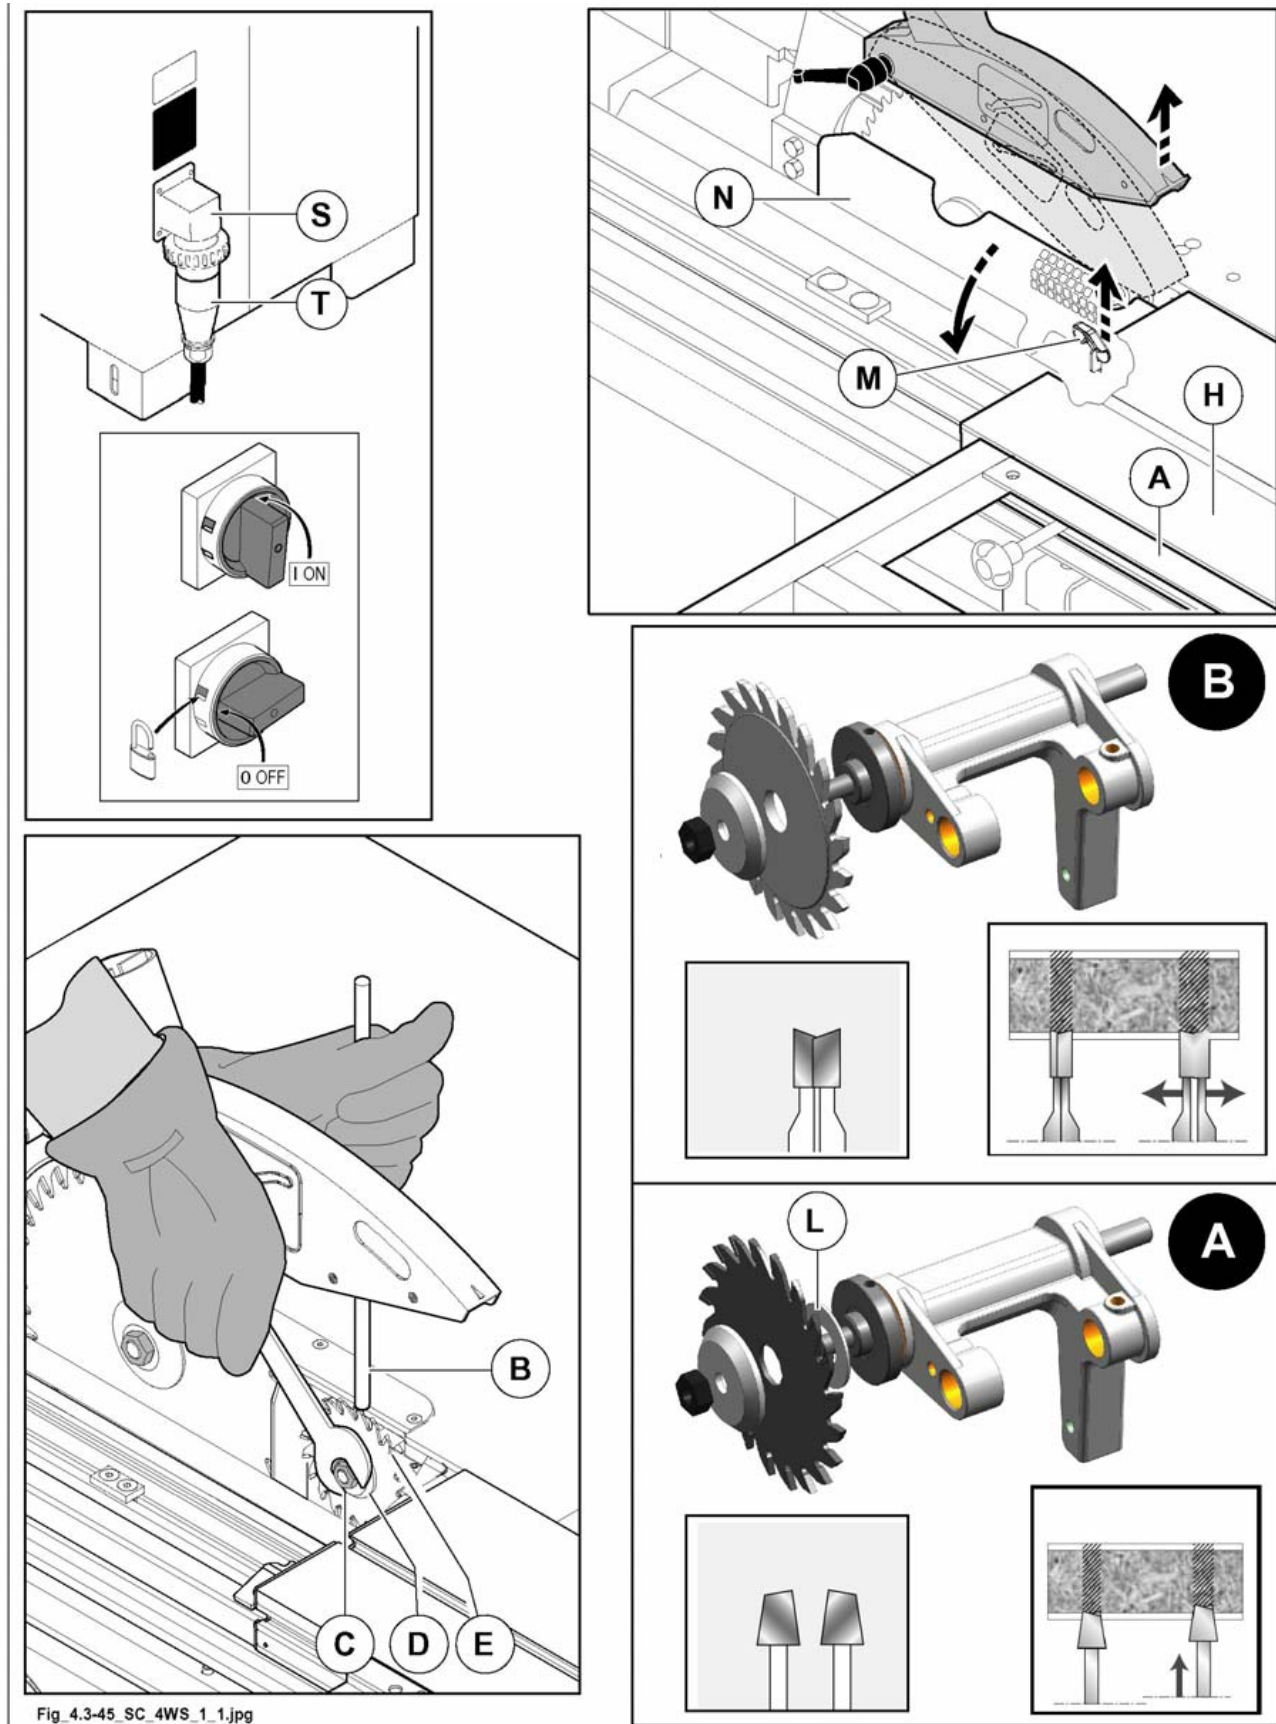

Abb. 4.3-45
- 1) positionieren Sie den Winkelrahmen (A Abb.4.3-45) wie in der Abbildung gezeigt wird und schieben Sie den Waggonschlitten (H Abb.4.3-45) ganz nach rechts.
- 2) Heben Sie der Hebel (M Abb.4.3-45) an und öffnen Sie die Schutzvorrichtung (N Abb.4.3-45).
- 3) Stift (B Abb.4.3-45) in die Öffnung des Sägeblatt-Halterflansches einfügen.
das Anlassen des Sägemotors wird durch einen Endschalter verhindert wenn Schutzdeckel (N Abb. 4.3-45) offen ist.
- 4) Feststellmutter (C Abb. 4.3-45) mit 17-mm-Inbusschlüssel lösen und Flansch (D Abb. 4.3-45) abnehmen.
- 5) In der Reihenfolge das Blatt (E Abb. 4.3-45) mit den Zähnen in Gegenrichtung zur Säge, den Flansch (D Abb. 4.3-45) und die Mutterschraube (C Abb. 4.3-45) einbauen.
- 6) Mutter mit 17-mm-Schlüssel anziehen, indem der Stift (B Abb. 4.3-45) verwendet wird.
aus Sicherheitsgründen Schutzdeckel (N Abb. 4.3-45) schliessen, andernfalls: